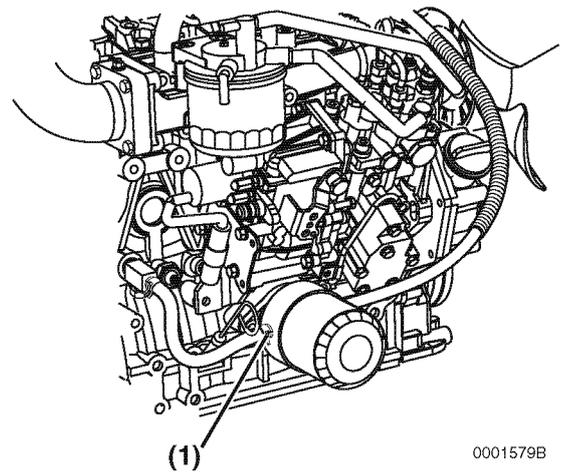

Abbildung 21
- Bei Modellen mit Ölkühler den Kühlmittelschlauch (**Abbildung 21, (1)**) am Ölkühler abnehmen.